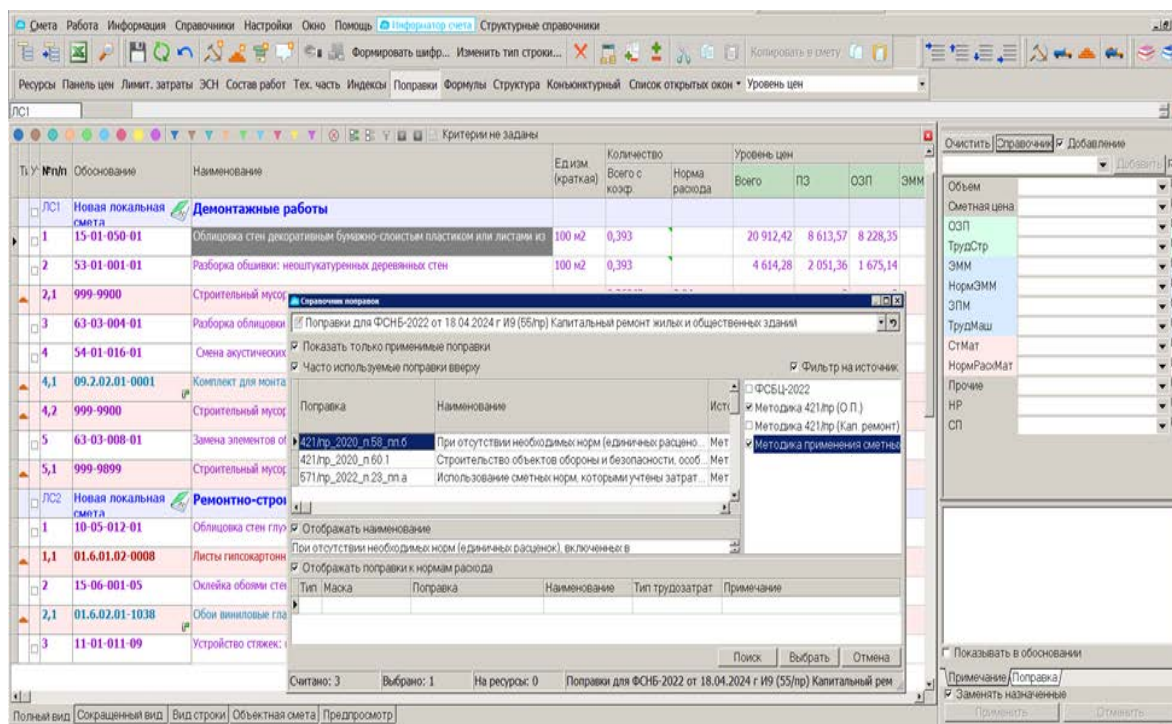

Рис. 13. Назначение поправочных коэффициентов
- откроется справочник поправок, в котором необходимо выбрать нужную (рис. 13).